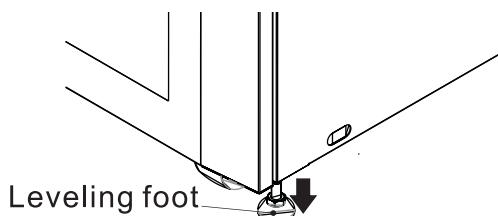

Figure 4.5
- Une fois que l'onduleur se trouve dans sa position finale, tourner les pieds de nivellement dans le sens des aiguilles d'une montre en deçà du niveau des roulettes pour le retenir en place (Figure 4.5). Ne pas laisser l'onduleur reposer en permanence sur les roulettes.